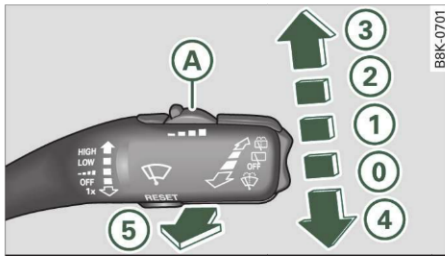

Fig. 52 Maneta de acționare a ștergătoarelor de parbriz
- Opriți ștergătorul (poziția ⑥ ⇒ pagina 55, fig. 52).